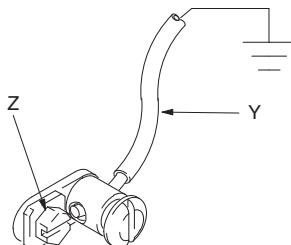

Рис. 1
**Насос.** Используйте провод заземления и зажим, как показано на Рис. 1.